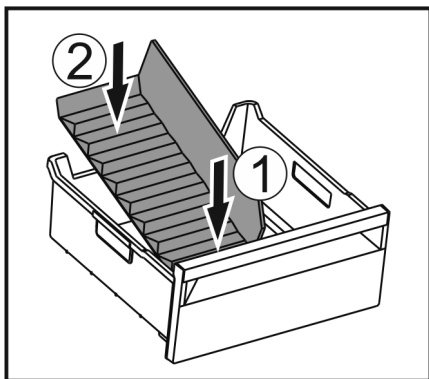

Fig. 146
- Installer la partie avant du séparateur de congélateur. Fig. 146 (1)
- Abaisser la partie arrière du séparateur de congélateur jusqu'au fond du tiroir. Fig. 146 (2)